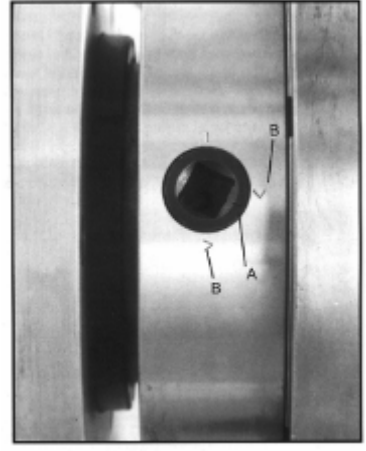

Рисунок 12
1. Придерживая патрон, поворачивайте последовательно шесть кулачковых затворов на $\frac{1}{4}$ оборота против часовой стрелки при помощи ключа для снятия зажимного патрона. Риска **A** должна совпасть с указательной риской **I** (рис.12).
5. Установите патрон на посадочное место на шпинделе. Зафиксируйте патрон, повернув кулачковые затворы на $\frac{1}{4}$ оборота по часовой стрелке. Кулачковые затворы считаются плотно закрученными, если риска **A** находится между двумя указательными рисками **B** (рис.12).